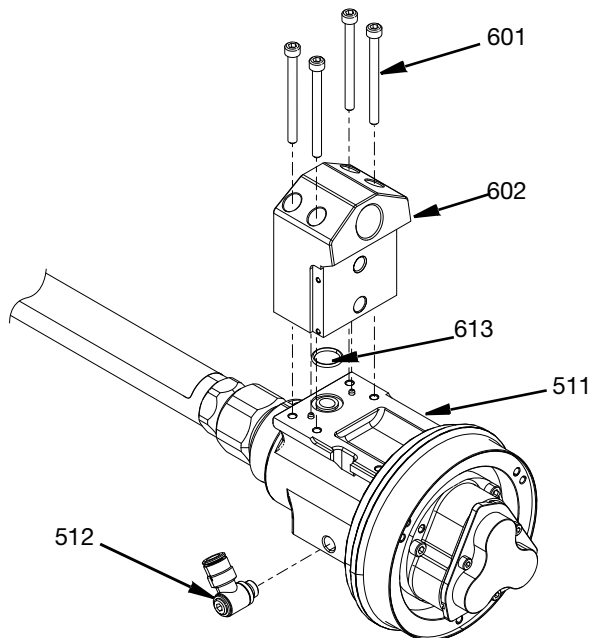

Рис. 35
1. Нанесите тонкий слой литиевой смазки на уплотнительное кольцо (613) и расположите его на корпусе поворотного шарнира (511). Установите однопортовый адаптер SST (602) на установочные штифты и поместите на корпус поворотного шарнира (511). Нанесите противозадирную смазку на четыре винта M5 SHCS (601) и затяните их с усилием 57,5 дюйм-фунтов (6,5 Н•м).
2. Нанесите тонкий слой литиевой смазки на уплотнение коленчатого фитинга BSPP 1/8 дюйма (512). См. Рис. 35.